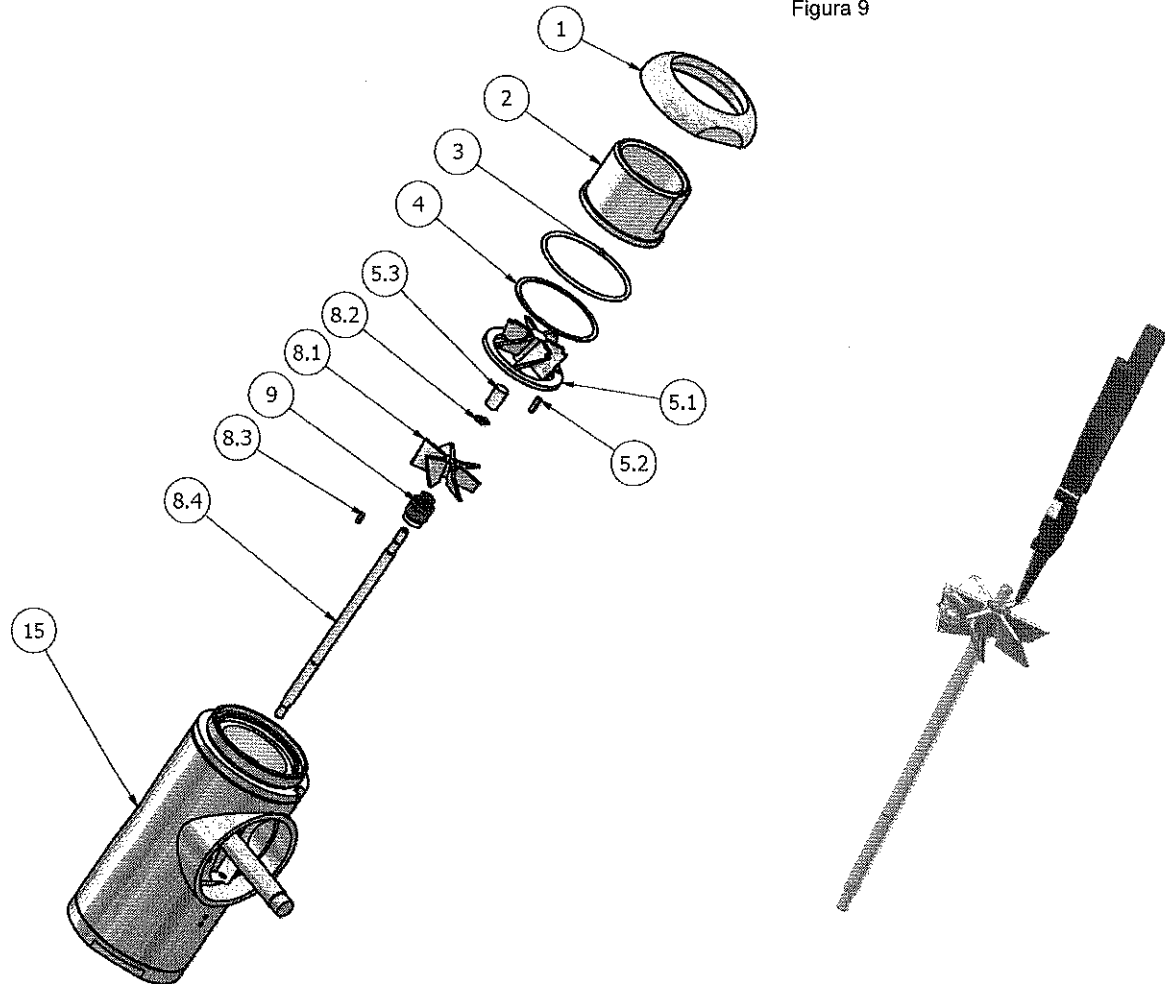

Figura 10
- a) Quando inverter o método de desmontagem, é necessário usar a ferramenta de inserção do eixo de acionamento para evitar danos às peças das posições 32.3, 32.5 e 32.4. Isso é ilustrado na Figura 10.